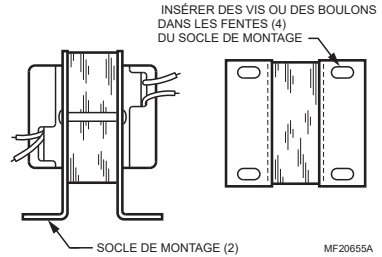

Fig. 2. Montage sur socle (modèle AT20C illustré).
- b. Support en U horizontal. Installer le support sur les lamelles (voir la Fig. 2) et replier les pattes pour fixer le transformateur. Monter le thermostat en utilisant les trous de 5 mm (3/16 po) dans le socle de montage.
Insérer des vis ou des boulons dans les fentes du socle de montage pour fixer le transformateur sur la surface de montage. Voir la Fig. 2.